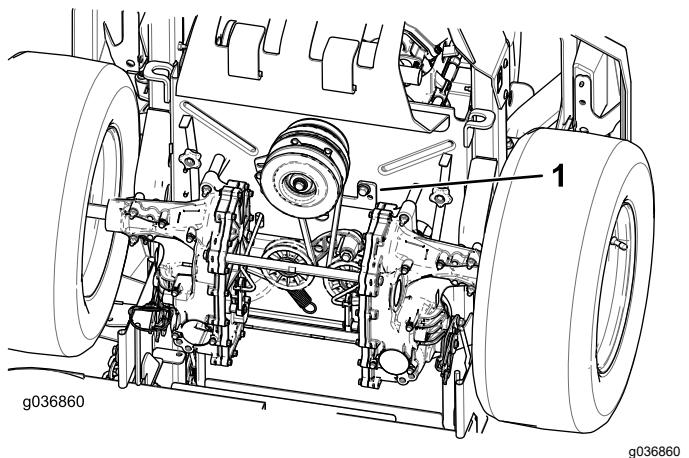

Figura 64
- Retire o batente da embraiagem (Figura 64).
9. Instale o batente da embraiagem (Figura 64).